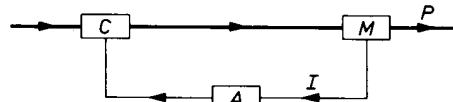
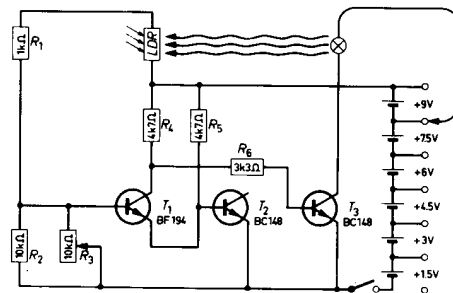

Fig. 28
Fig. 29
In automatische regelsystemen vindt men altijd één of meer gesloten kringen achter elkaar, waardoor een stroom gegevens over resultaten of toestanden gaan van telkens meeteenheid (M) via een versterker (A) naar regelenheid (C). Zie fig. 28 Een eenvoudige uitvoering van zulk een kring kun je uit deze experimenteerdoos maken. De bedoeling van de regelschakeling van fig. 29 is het lampje op een constante lichtintensiteit te laten branden, onafhankelijk van de batterijspanning of van andere invloeden. Het licht van het lampje valt op de LDR, waarbij wij ervoor moeten zorgen dat geen ander licht